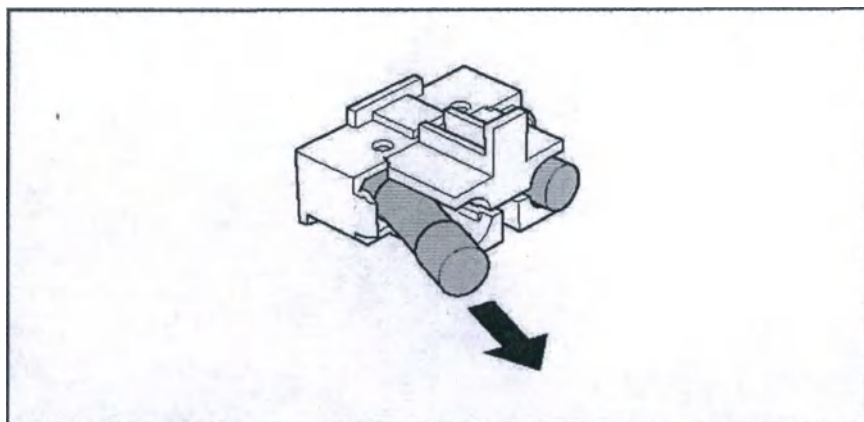

Рисунок 47. Схематическое изображение процесса замены предохранителей в блоке
5. Выдавите предохранители вбок и выньте их из блока предохранителей (см. рисунок 47).